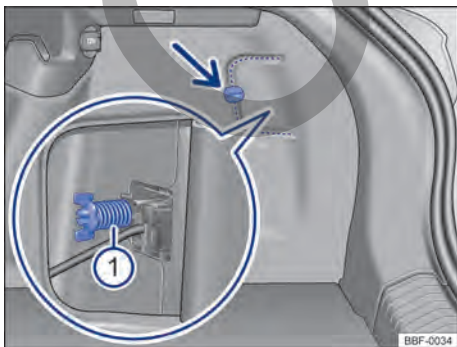
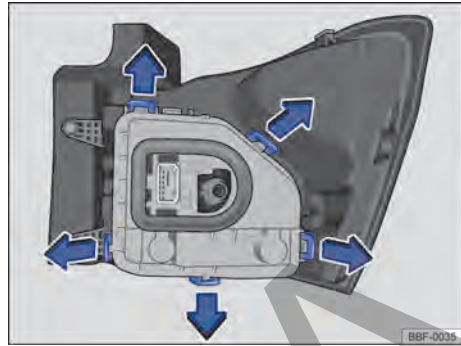

Fig. 206 En el maletero: desmontar la cubierta y retirar el tornillo mariposa ① (fragmento ampliado).
Fig. 207 Linterna trasera: desmontar el portalámparas.
- 3 Para abrir la cubierta de la luz, girar la traba → fig. 206 (flecha).
- 5 Aflojar el tornillo mariposa ① (fragmento ampliado) y retirarlo, sosteniendo, al mismo tiempo, la linterna trasera.
- 6 Tirar con cuidado de la linterna trasera hacia afuera, para desengancharla de la carrocería → ①.
- 9 Para desbloquear el soporte de las lámparas, presionar cada lengüeta de bloqueo → fig. 207 en el sentido de las flechas.
- 15 Instalar el soporte de las lámparas en la linterna trasera. Las lengüetas de bloqueo → fig. 207 deben encajar de forma audible.
- 18 Sostener la luz trasera en la posición de montaje con una de las manos y atornillar con la otra el tornillo mariposa → fig. 206 ①.